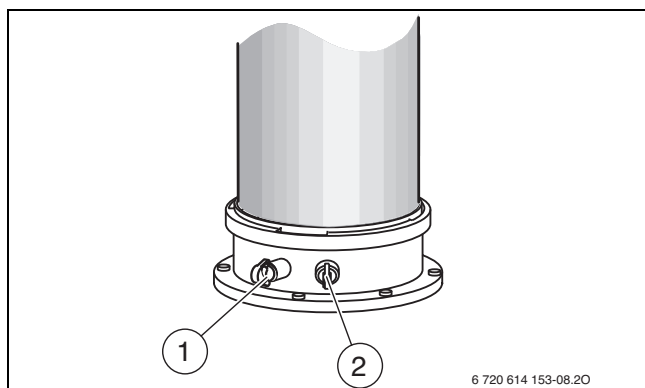

Fig. 41 Orificiul de măsurare a gazelor arse și orificiul de măsurare a aerului de ardere
- ▶ Îndepărtați dopurile de la orificiul de măsurare a gazelor arse [1] (→ Fig. 41).